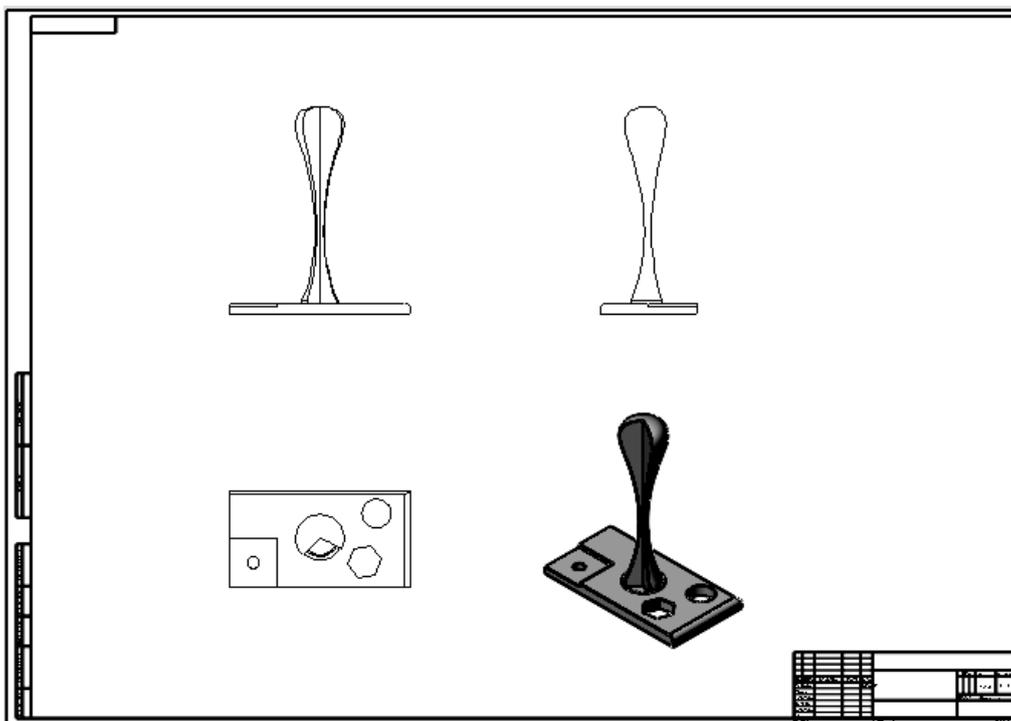

Рисунок 41 – Расположение трех стандартных видов и объемного изображения объекта на листе
- удаляем через выделение (и кнопку DELETE клавиатуры) лишние виды и перетаскиванием мыши располагаем их на листе (рисунок 41). Объемный вид лучше оставлять, причем с затемнением. При удалении лишних видов следует обратить внимание на то, что при «вытаскивании» изначально программой не соблюдается принцип расположения трех стандартных видов на чертеже (вид сверху она располагает сверху от вида спереди, вид слева – слева от вида спереди).